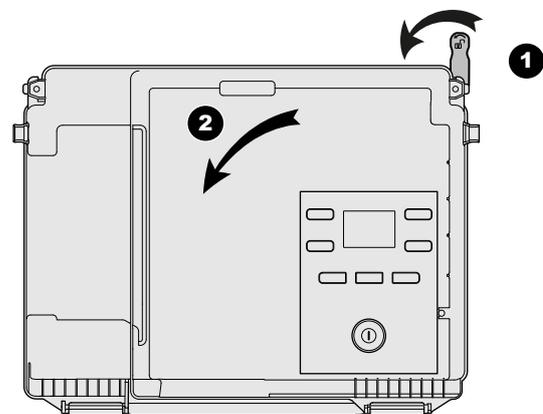

fig. 24 - Schwenken des Schaltschranks
- Entriegeln, um den Schaltschrank herunter zu klappen (1/2) (fig. 24).